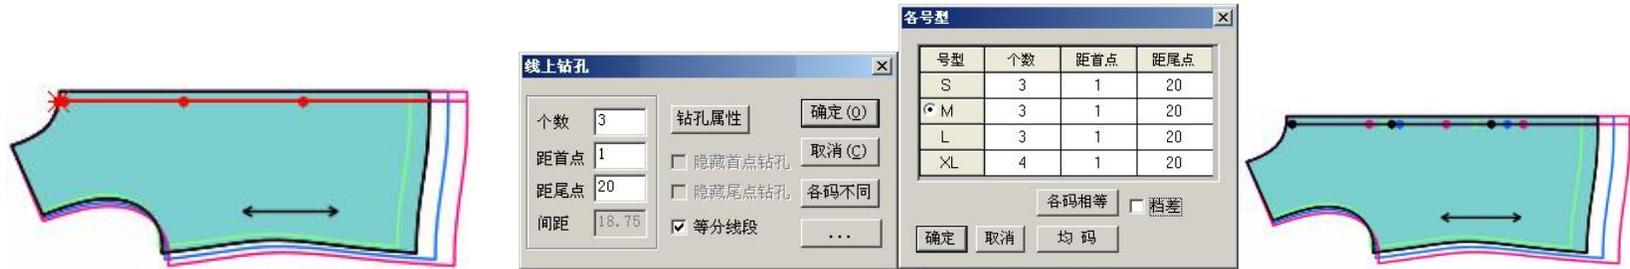

图 37.8
- (1) 用加钻孔工具，如在下图 37.8 辅助线上单击，弹出【线上钻孔】对话框；
- (2) 输入扣位的个数中输入 3，单击【各码不同】，弹出【各号型】对话框；
- (3) 单击最后一个 XL 码的个数输入 4，点击确定，返回【线上钻孔】对话框；
- (4) 再次单击确定即可，如下图示。